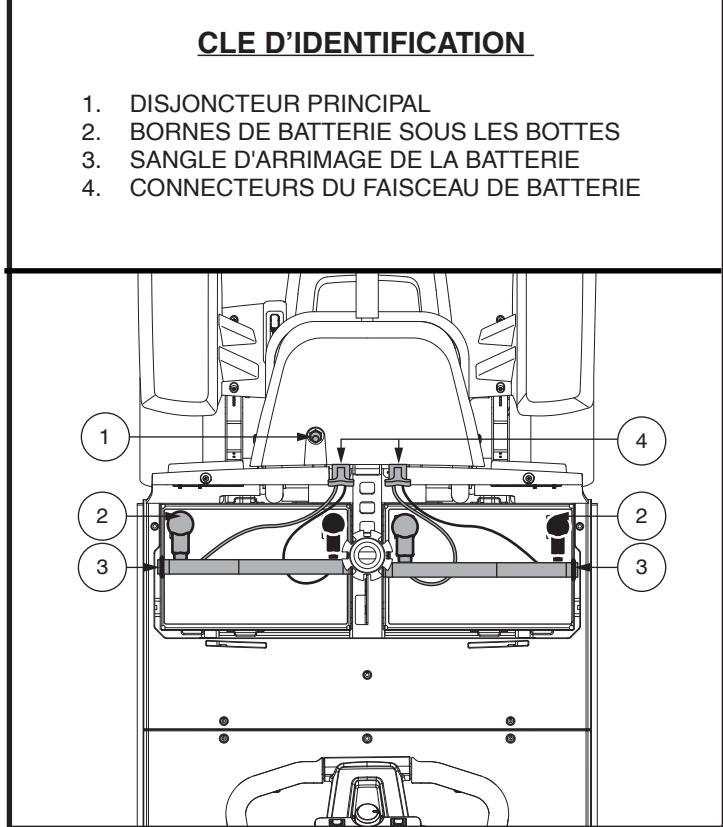

Figure 13. Enlèvement/installation des batteries et connexions
3. Débrancher le faisceau d'avant en arrière. Débrancher les deux câbles de la batterie en retirant chaque faisceau de sa fiche de connexion. **Voir la figure 13.**
NOTE: Certains scooters ont des entretoises installées pour sécuriser les batteries. Vous pouvez retirer les entretoises et les garder en sûreté jusqu'à ce que les batteries soient remplacées dans le scooter. Voir la figure 13.
6. Placez une nouvelle batterie dans chaque puits en prenant soins d'alignez les bornes de la batteries droite près du mât de siège et les bornes de la batterie de gauche loin du mât avec les bornes positive (+) et négative (-) de la batterie positionnées comme indiqué sur la **figure 13**.